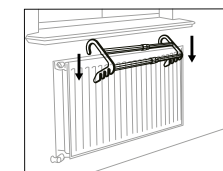

Fig. 7
KROK 7: po zmontowaniu końcówki nie powinny łatwo się ściągać. Umieścić suszarkę na kaloryferze. Zob. 'Fig. 7'.
STEP 7: Once assembled, the end pieces should not come out easily. Place the airer over the radiator ready for use. See 'Fig. 7'.
ÉTAPE 7 : une fois assemblées, les pièces d'extrémité ne doivent pas sortir facilement. Placez le séchoir sur le radiateur. Il est prêt à l'emploi. Voir 'Fig. 7'.
STAP 7: Na montage mogen de eindstukken niet gemakkelijk loskomen. Plaats de airer over de radiator, zodat hij klaar is voor gebruik. Zie 'Fig. 7'.
SCHRITT 7: Nach dem Zusammensetzen sollten sich die Endstücke nicht leicht lösen lassen. Platzieren Sie den Wäschetrockner zur Verwendung über dem Heizkörper. Siehe 'Fig. 7'.
PASO 7: Una vez montadas, las piezas de los extremos no deberían poder retirarse fácilmente. El tendedero estará listo para colocarse sobre un radiador y utilizarse. Consulte la 'Fig. 7'.